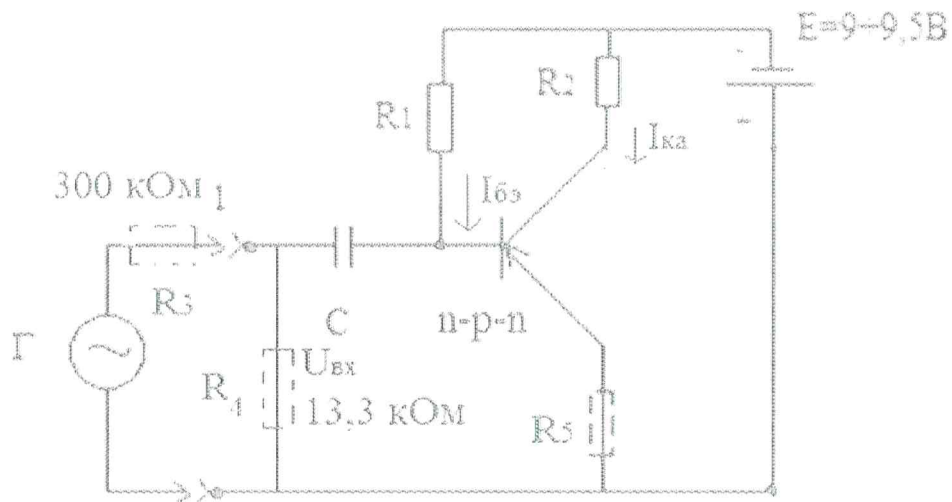

Рис. 4.3. Схема усилителя мощности с заземленным эмиттером, транзистор n-p-n - типа
2.5. установить резистор R_5 в схему (рис. 4.3), повторить в статическом режиме измерения:
2.7. Собрать схему, как показано на рис. 4.3, но без R_3 .